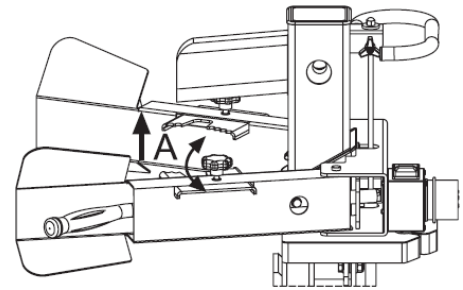

Fig.11
b) Réglez les griffes de serrage de bûche (Fig.11 repère A) selon le diamètre de la bûche jusqu'à obtenir une prise en mains confortable des leviers de contrôle.